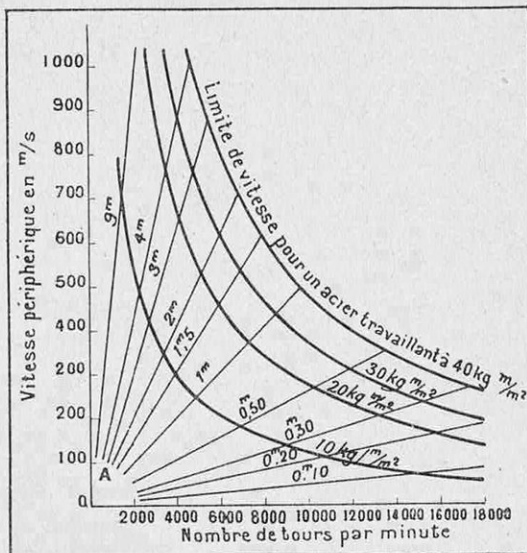

FIG. 10. — GRAPHIQUES DE VAPORISATION DES TURBINES SYSTÈME « BÉCHARD »
La puissance possible d'un tel système est fonction des calories absorbées. Or, l'inventeur affirme qu'il peut obtenir une production de vapeur supérieure à 400 kg par heure et par m2 de surface chauffée dans une chaudière de 50 cm de diamètre, tournant seulement à 1 000 tours/mn (1). Or, la rotation peut, avec des matériaux spéciaux, être immensément accrue. Et la puissance par unité de surface croît en fonction de la rotation comme l'indique le graphique (fig. 10), qui porte sur des vitesses rivalisant avec celles de la turbine Huttner.